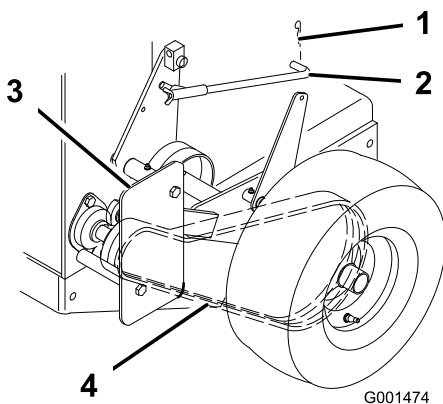

Figure 40
1. Enlevez la goupille fendue qui fixe la tige de frein au bras de frein pour relâcher la poulie de tension de la courroie (Figure 40).
2. Enlevez le boulon inférieur et desserrez le boulon supérieur du déflecteur pour le faire pivoter et accéder à la courroie (Figure 40).
3. Soulevez la courroie et faites-la passer au-delà de la poulie de tension pour l'enlever de la poulie deentraînement (Figure 40).
6. Fixez le déflecteur avec les boulons retirés précédemment, serrés au couple correct (Figure 40).
7. Fixez la tige de frein au bras de frein avec la goupille fendue (Figure 40).